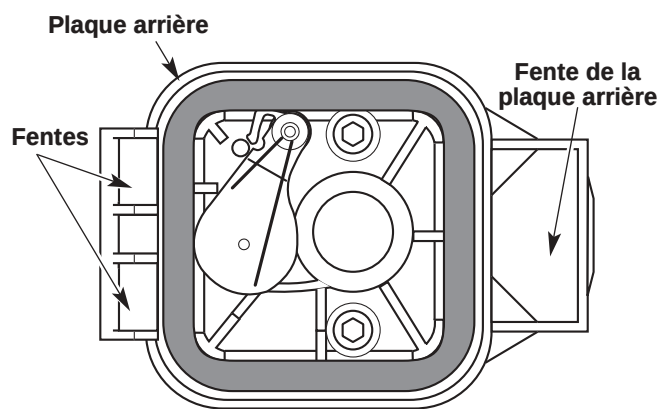

Fig. 48
6. Remplacez le filtre (Fig. 48).
7. Réinstallez le couvercle du filtre à air Placez les crochets à gauche du filtre à air dans les fentes à gauche de la plaque arrière (Fig. 48).
8. Pivotez le couvercle vers la droite jusqu'à ce que la languette du couvercle du filtre s'enfonce d'un déclic dans la plaque arrière (Fig. 48).